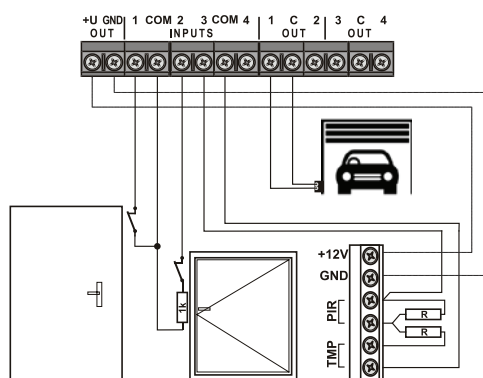

Figure 1 - Exemple de câblage
**ENTRÉES (INPUTS 1 - 4):** les entrées servent pour la connexion filaire des zones câblées, et donc non équilibrées, à équilibrage unique ou double, ou encore au mode Roller (conformément à la figure 1). La méthode de connexion peut être différente pour chaque entrée (chaque entrée a un paramétrage ainsi que des valeurs de résistances d'équilibrage individuels). Nous vous recommandons fortement d'utiliser des résistances d'équilibrage avec une tolérance minimale de 10%. Les bornes COM et GND sont connectées entre elles.